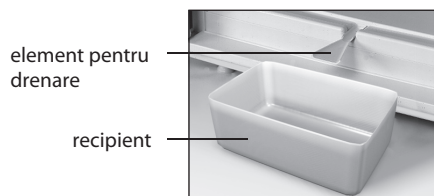

Figura 5 — Schema scurgerii apei rezultate în urma topirii din CF
– să instalați în conformitate cu figura 5 elementul de masă plastică pentru drenare și orice vas recipient cu volum de nu mai puțin de 2 litri